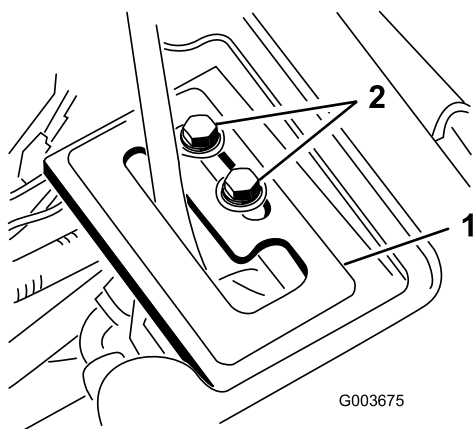

Figura 17
1. Inserire la piastra di guida della leva sulla leva di sollevamento e fissarla al telaio senza stringere eccessivamente con 2 viti a testa flangiata e rondelle (Figura 17).
6. Mentre il motore gira e la leva di sollevamento si trova in posizione di **Flottazione**, spostare la piastra di guida della leva finché non è possibile estendere e retrarre a mano il cilindro di sollevamento (Figura 17).
7. Serrare entrambe le viti di montaggio della piastra di guida della leva di sollevamento per mantenere la regolazione (Figura 17).